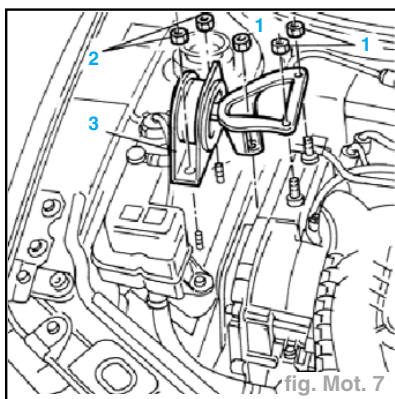

fig. Mot. 7
- Dévisser les trois écrous (1) fixant le support rigide du moteur (fig. Mot. 7).